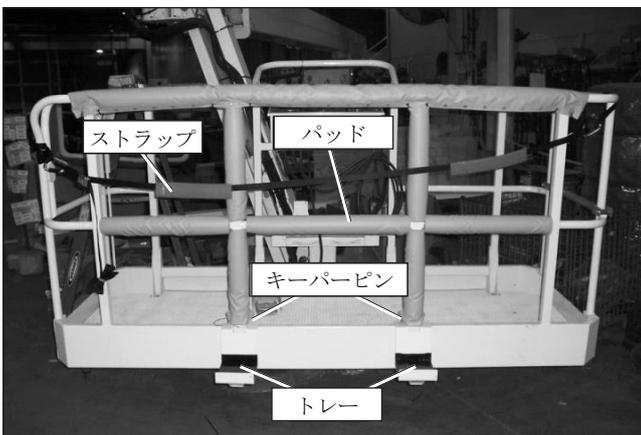

図 7.16 - 作業床グレージャーパッケージ
- グレージャートレー（図 7.16 を参照）とキーパーピンを点検し、曲がりや変形がなく良好な状態にあることを確認してください。ストラップやパッドも、摩耗、切れ、擦り切れのない、良好な状態でなくてはなりません。